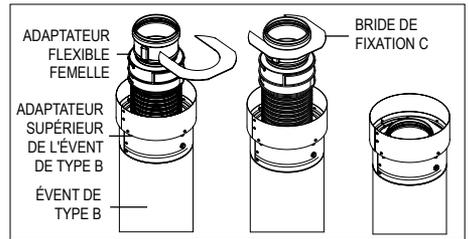

Figure 14
- 6 Posez la bride de fixation C comme illustré sur la Fig.14 et abaissez l'adaptateur flexible femelle dans l'adaptateur supérieur de l'évent de type B.